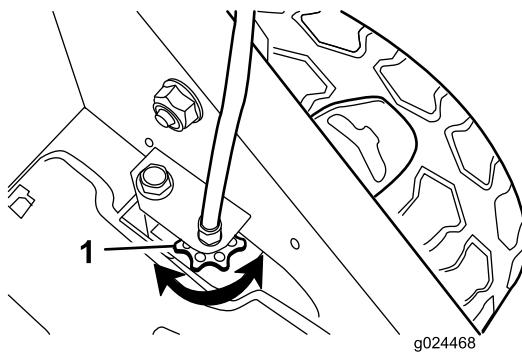

Figura 24
- Si las ruedas no giran al apretar la barra de autopropulsión, la correa de transmisión está demasiado floja. Gire el mando de control de la transmisión de las ruedas (Figura 24) una vuelta en sentido horario y repita los pasos 4 a 6.
- transmisión está demasiado apretada. Gire el mando de control de la transmisión de las ruedas (Figura 24) una vuelta en sentido antihorario y repita los pasos 4 a 6.